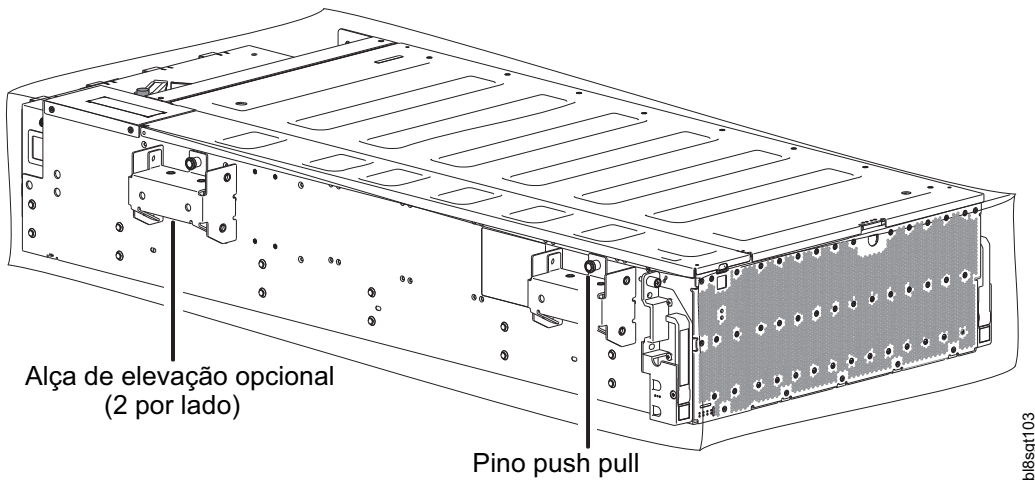

Figura 24. Desembalando o Modelo 106 usando alças de elevação
- >> Consulte Figura 24 na página 33 e o CUIDADO acima e abaixo da ilustração. Apenas as cintas e as sacolas de plástico são mostradas. Elas estão isoladas do resto da embalagem. Como um auxílio visual para esta tarefa de desempacotamento, consulte Apêndice C, “Empacotamento do”, na página 99 para obter informações adicionais sobre os materiais de embalagem. A ilustração mostra duas alças de aço de elevação instaladas no lado esquerdo do chassi logo abaixo da tampa do gabinete. Duas alças de aço de elevação adicionais estão simetricamente conectadas no lado direito do gabinete (ocultas nessa visualização).